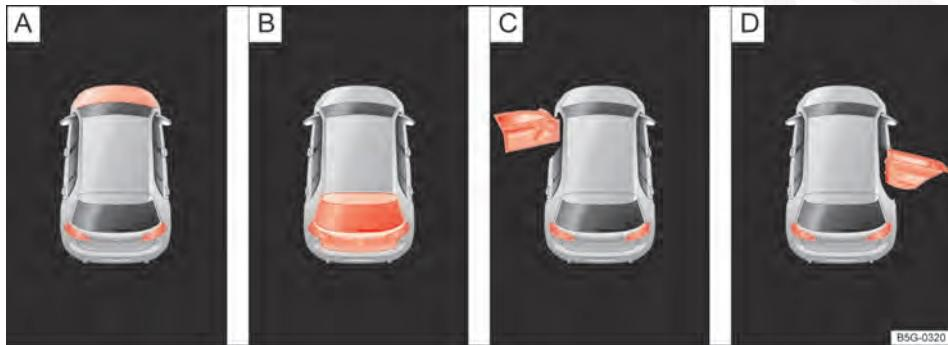

Fig. 11 No display do instrumento combinado: indicadores de status da tampa do compartimento do motor, da tampa do compartimento de bagagem e das portas.
Legenda para Fig. 11:
- Portas, tampa do compartimento do motor e tampa traseira abertas ⇒ Fig. 11
Após o destravamento do veículo e durante a condução são exibidas no display do instrumento combinado as portas abertas assim como a tampa do compartimento do motor e tampa traseira ⇒ Fig. 11 e se necessário sinalizadas acusticamente. De acordo com a versão do instrumento combinado, a representação dos símbolos pode variar.